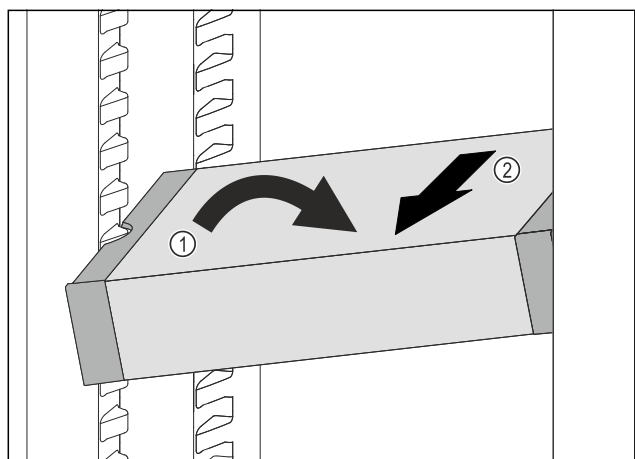

Fig. 88
- ▶ Impostare il vano frigorifero di VarioSafe ad angolo. Fig. 88 (1)
- ▶ Rimuovere VarioSafe tirando in avanti. Fig. 88 (2)